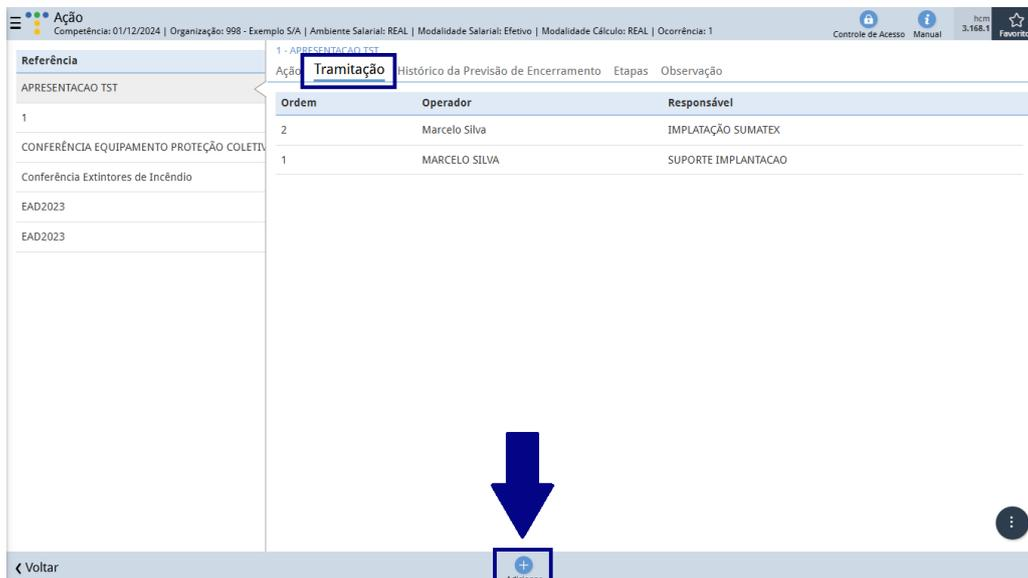

Figura 121: Adicionar
1. Na aba **Tramitação**, clique em **Adicionar** (Figura 121).